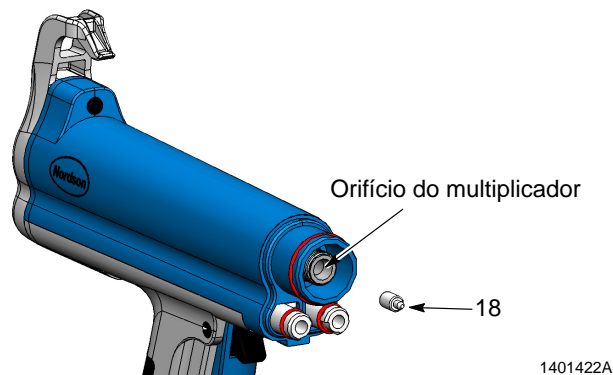

Figura 5 Remoção do espaçador de contactos
5. Consulte a figura 5. Retire o espaçador de contactos (18) do orifício do multiplicador. Limpe a massa dielétrica do espaçador de contactos.
1. Consulte a figura 5. Insira o espaçador de contactos no orifício do multiplicador. Encha o orifício do multiplicador com massa dielétrica.